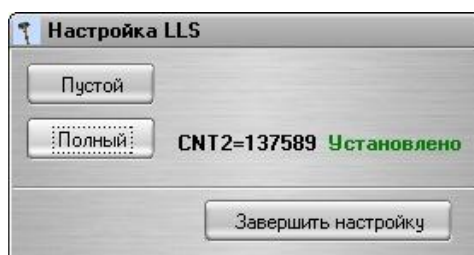
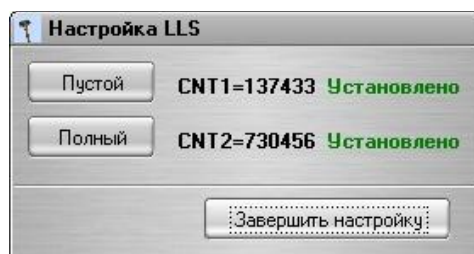

Рисунок 15
Рисунок 16
- 4) В окне программы (Рисунок 14) нажать кнопку «Полный». Напротив кнопки «Полный» появится надпись «Установлено» (Рисунок 15).
- 6) В окне программы (Рисунок 15) нажать кнопку «Пустой». Напротив кнопки «Пустой» появится надпись «Установлено» (Рисунок 16).